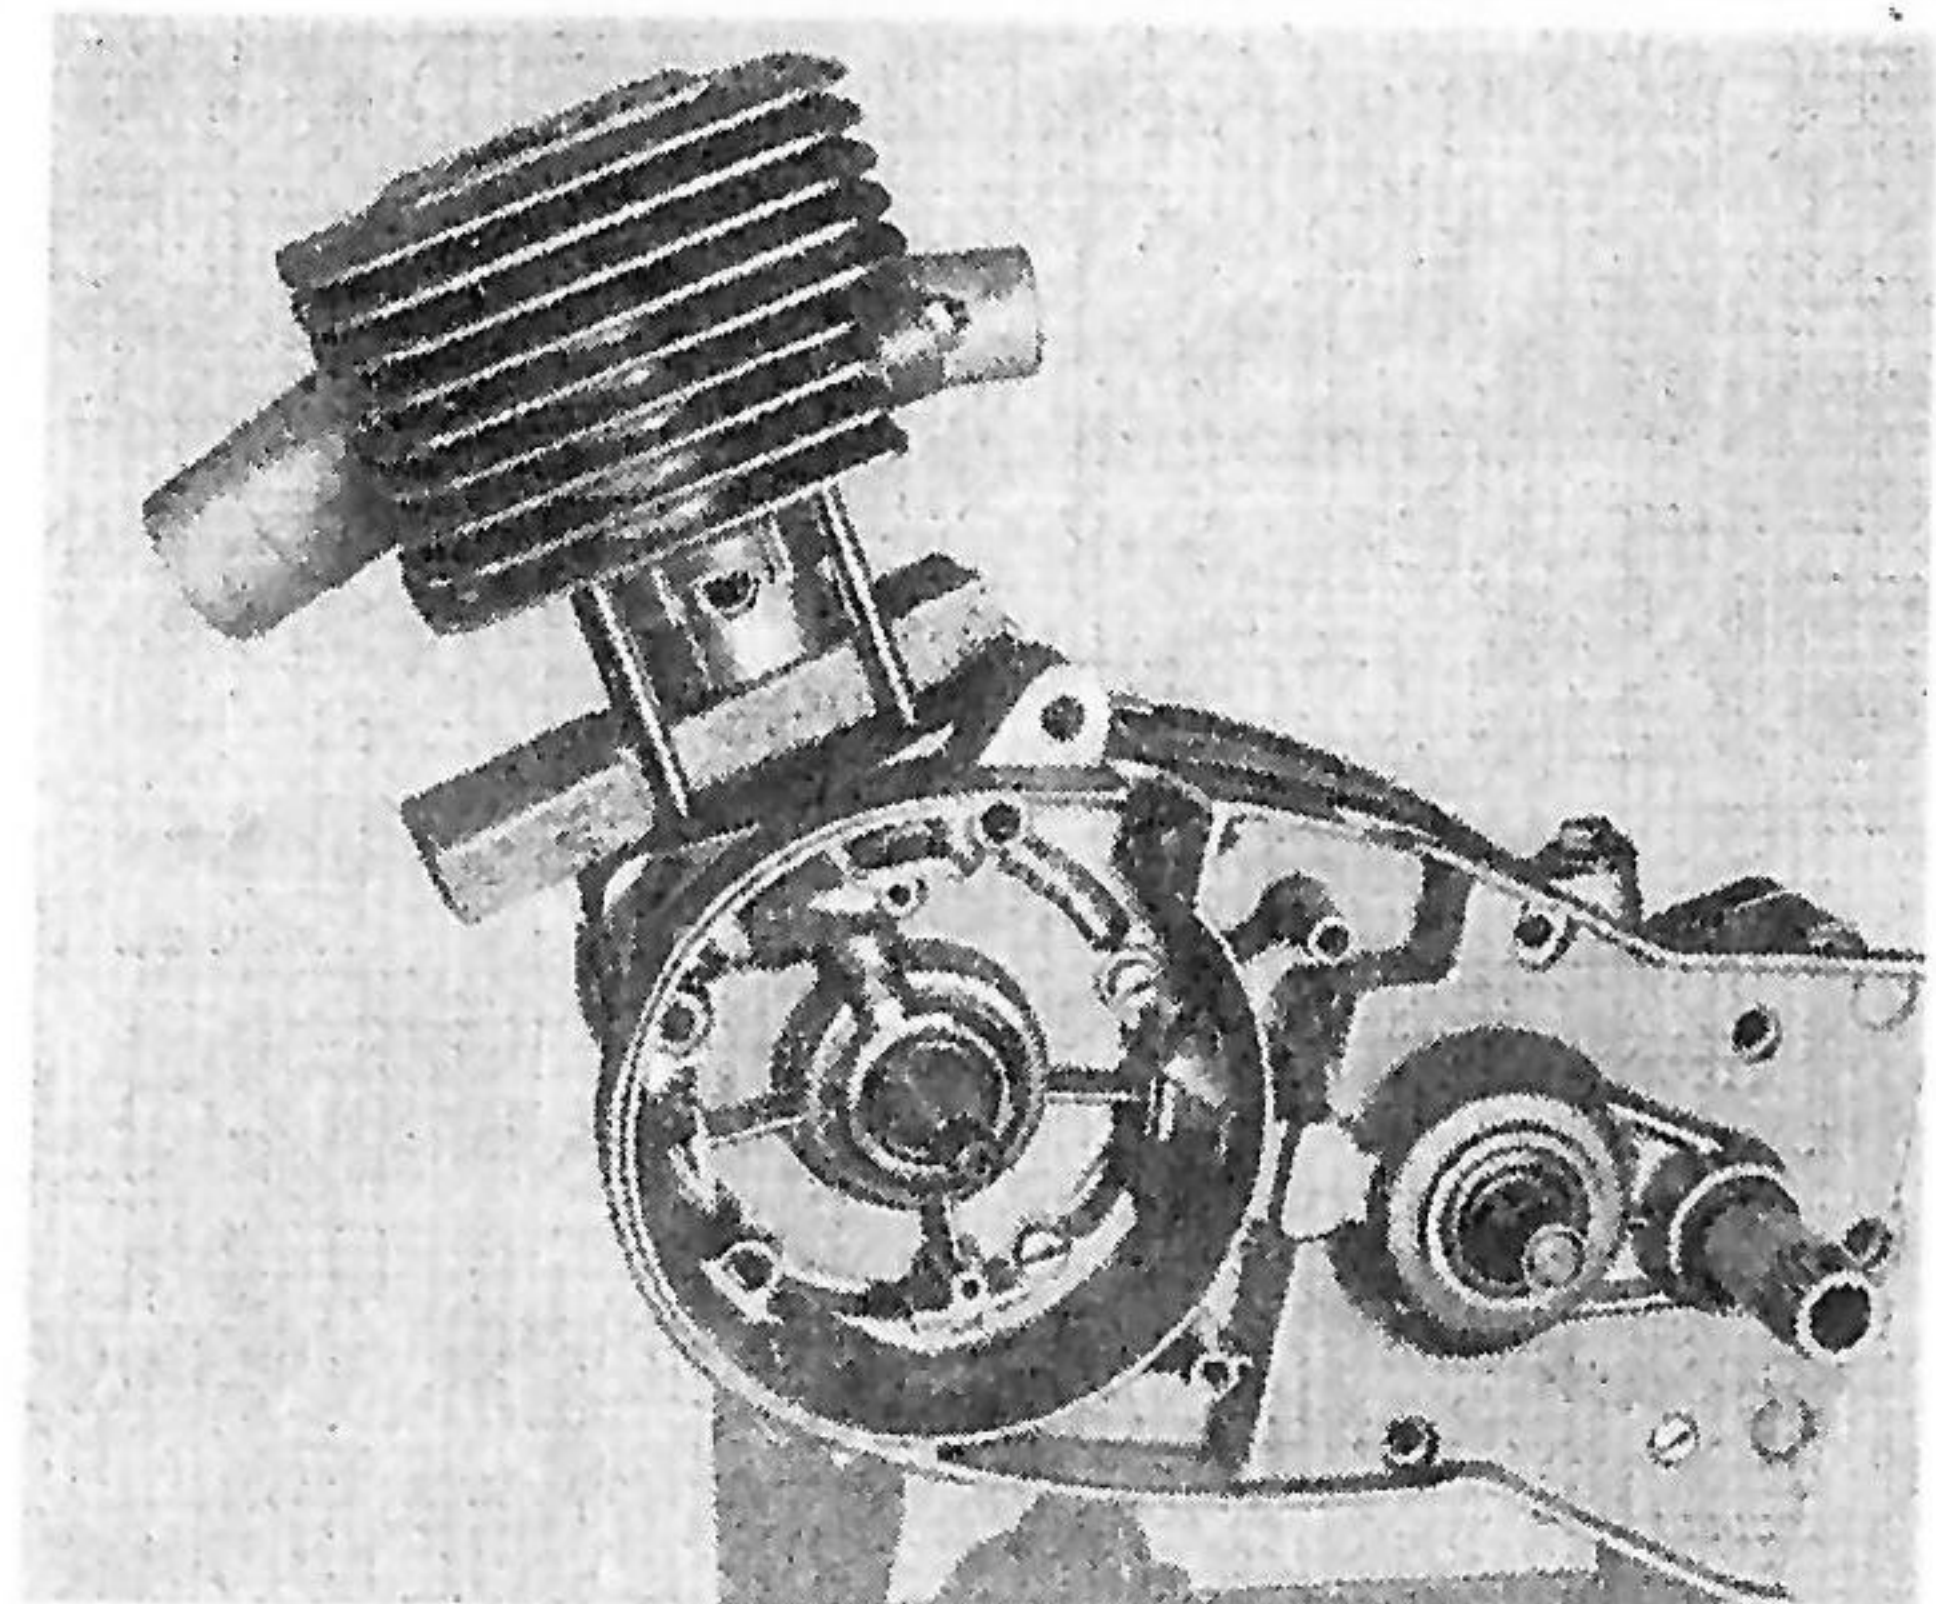

Bild 67
**Achtung!** Der Fixierstift in der Kolbenringnut muß sich innerhalb des Ringstoßes befinden. Zylinderkopf-dichtung und Zylinderkopf aufsetzen. 4 Beilagscheiben auflegen und die 4 Muttern M 7 mit einem 11 mm-Steckschlüssel über Kreuz anziehen. Anzugsmoment 1,5 mkg (Bild 67).